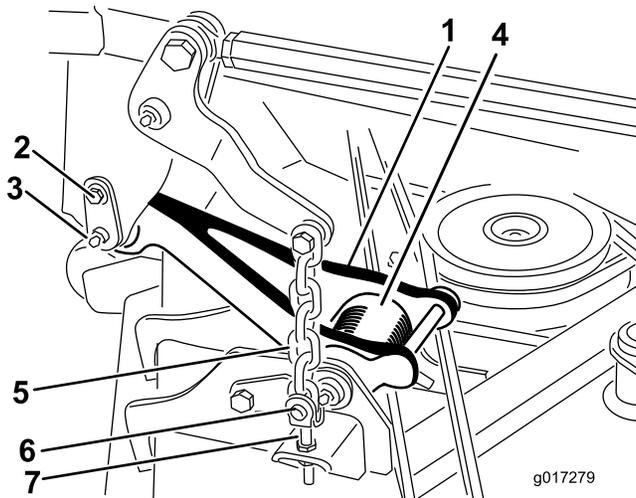

Bild 2
Hinweis: Wenn das Mähwerk angehoben ist, ist die Spannung der Zuglenkerdrehfeder (Bild 2) verringert; dies erleichtert das Abschließen der Zuglenker von der Maschine.
2. Schließen Sie den Zuglenker an jeder Seite der Maschine ab (Bild 2).
- A. Entfernen Sie die Ansatzschraube, mit denen der Befestigungsstift am Trägerrahmen befestigt ist (Bild 2).
- B. Schieben Sie den Befestigungsstift vorsichtig vom Trägerrahmen und Zuglenker (Bild 2).
6. Entfernen Sie die vier Ringstifte und die Lastösenbolzen, mit denen die Hubketten an den Einstellbolzen am Mähwerk befestigt sind (Bild 2).
2. Setzen Sie die vier Lastösenbolzen und Ringstifte ein, mit denen die Mähwerkhubketten an den Einstellbolzen am Mähwerk befestigt sind (Bild 2).
5. Fluchten Sie den Zuglenker am Trägerrahmen aus und befestigen Sie den Lenker mit dem Befestigungsstift (Bild 2). Befestigen Sie den Befestigungsstift mit der Schulerschraube am Rahmen (Bild 2).